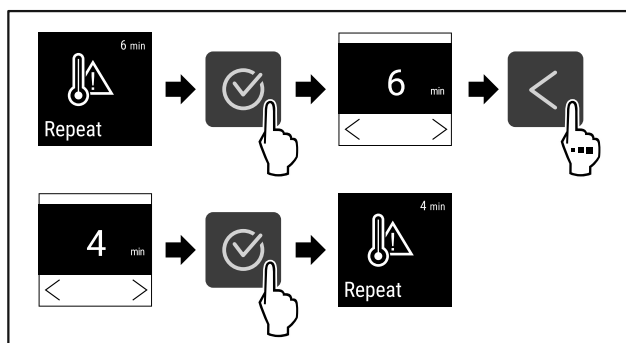

Fig. 134
- ▶ Eseguire i passi (vedere Fig. 134).